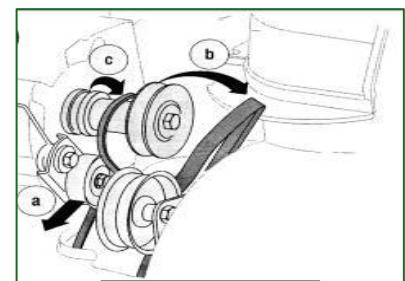

Abbildung 21
- Schwenken Sie die Schneefräse vorsichtig nach oben und nach vorne, so dass sie auf dem Schneckengehäuse ruht. Entfernen Sie die Rahmenabdeckung an der Unterseite der Schneefräse, indem Sie die vier selbstschneidenden Schrauben entfernen, mit denen sie befestigt ist. Siehe Abbildung 21.